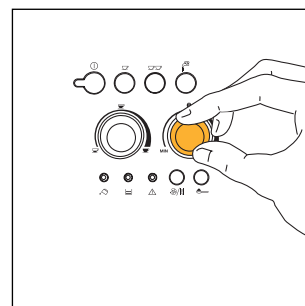
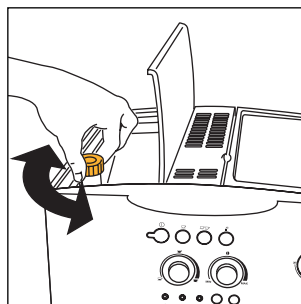

Fig.7
Fig. 17
- 2) Regulér knappen til højre (fig.7) for at indstille den ønskede kaffesmag. Jo mere den drejes med uret, jo større bliver mængden af kaffebønner, som maskinen maler, og derfor vil kaffe komme til at smage tilsvarende stærkere. Ved førstegangsbrug skal man foretage flere prøver og brygge kaffe flere gange, indtil man finder ud af knappens korrekte position. Pas på ikke at dreje for meget med uret, for ellers risikerer du at opnå et for langsomt udløb (i dråber), især når du skal brygger to kopper kaffe.
BEMÆRK 1: Hvis kaffen løber ud dryppende eller slet ikke løber ud, er det nødvendigt at dreje knappen til regulering af malingsgraden (fig. 17) med uret, indtil den siger klik en gang (jvf. par. 6). Prøv et klik ad gangen, indtil du finder en tilfredsstillende kaffebrygning.
BEMÆRK 2: Hvis kaffen løber for hurtigt ud og kaffecremen ikke er tilfredsstillende, drej knappen til højre lidt (fig.7) med uret. Man skal foretage flere prøver og brygge kaffe flere gange, indtil man finder ud af knappens korrekte position. Pas på ikke at dreje for meget mod uret, du risikerer at få en for lang udstrømning (dryppende), især når man ønsker to kopper kaffe. Hvis efter nogle kopper kaffe kaffecremen endnu ikke er tilfredsstillende, drej også knappen til regulering af malingsgrad (fig.17) mod uret indtil den siger klik en gang (jvf. par. 6).
For at undgå det, er det nødvendigt at regulere kaffens malingsgrad ved at dreje knappen til regulering af malingsgrad (fig. 17) mod uret, indtil den siger klik en gang (som beskrevet i kap. 6).
Kaffekværnen skal ikke reguleres, i hvert fald i starten, fordi den er blevet forud indstillet på fabrikken, for at opnå korrekt kaffeudløb. Efter at man har brygget de første kopper kaffe, hvis kaffeudløbet skulle være for hurtigt eller for langsomt (dryppende), er det nødvendigt at genindstille malingsgraden ved hjælp af knappen til regulering af malingsgrad (fig. 17).